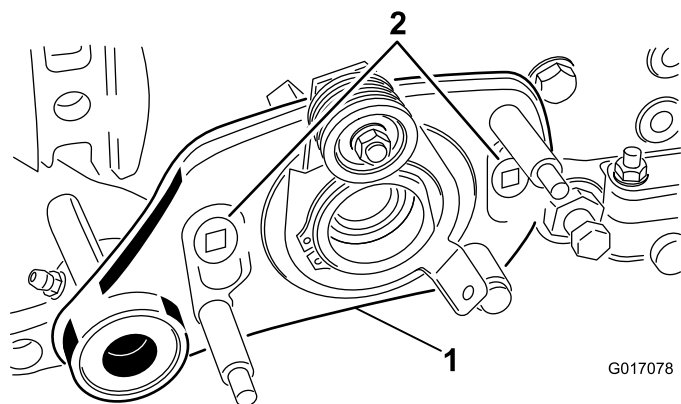

図 33
8. グルーマ駆動アセンブリをサイドプレートのアダプタに固定しているショルダボルト2本を外す 図 33。